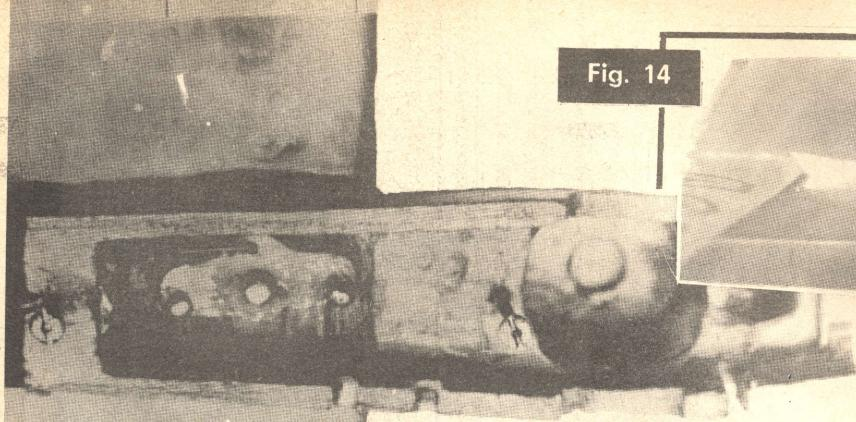

Fig. 13
La fusoliera è invece del tipo a strati di circolo e balsa, che conserva le caratteristiche di semplicità di costruzione e di robustezza del tipo a cassone e l'elasticità del modello ricavato da un blocco unico. Il primo strato centrale (G) ha uno spessore di 15 mm e va traforato internamente, lasciando le pareti di almeno 4 mm di spessore (vedi fig. 13) ed avendo cura di lasciare una nervatura di collegamento (H) fra le due pareti in corrispondenza della vite di fissaggio posteriore del fondo metallico (I) e del bordo di uscita dell'ala (fig. 13). A quest'anima centrale della fusoliera andranno incollati con Araldite l'ala e il piano di quota (L); quest'ultimo è ricavato da compensato Avio da 1,5 mm ed ha la parte mobile (M) incernierata col sistema della legatura con sottile filo di nylon, oppure con fettuccia incrociata.
Fig. 13 - Vista interna della parte superiore della fusoliera. Il blocco centrale in cirmolo da 15 mm è stato scavato onde consentire l'installazione del serbatoio, della squadretta di comando (che si vede molto chiaramente) e del motore. Si notino i due raggi di bicicletta (e relativi niple) utilizzati per il fissaggio della fusione metallica alla fusoliera. La foto evidenzia anche gli intagli praticati sulla fusoliera per consentire il passaggio dei tubetti di rifornimento, per l'alloggiamento e il passaggio delle alette di fissaggio motore, e per il passaggio dello spillo del carburatore.